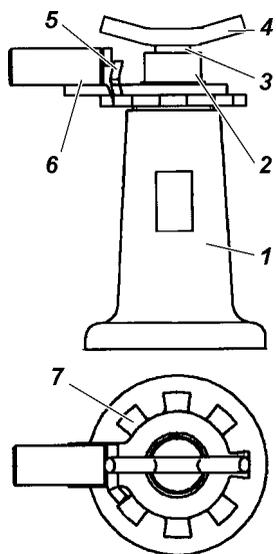
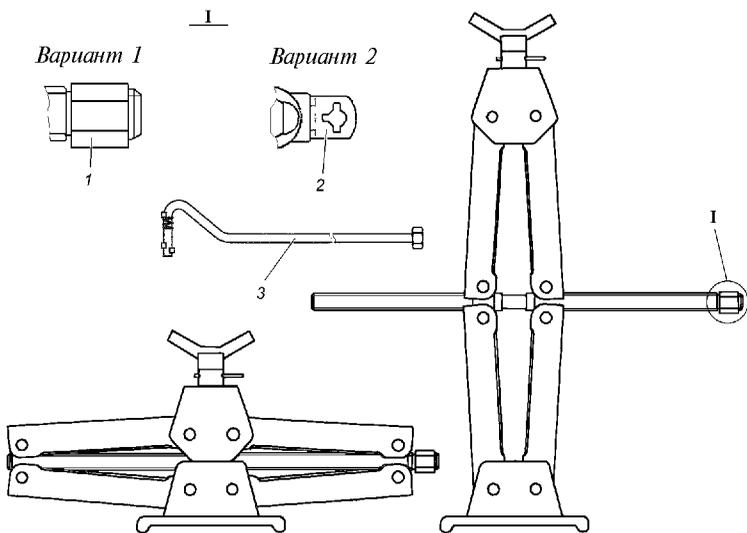

Рис. 10.1. Домкрат:
Рис. 10.2. Домкрат:
**Домкрат** (рис. 10.1 или 10.2) предназначен для вывешивания колес автомобиля при его техническом обслуживании или ремонте. Грузоподъемность домкрата, приведенного на рис. 10.1 - 2 т, на рис. 10.2 - 1 т. Наибольшая высота подъема домкрата, приведенного на рис. 10.1 - 410 мм, на рис. 10.2 - 380 мм.
**Последовательность действий для вывешивания колеса при применении домкрата, приведенного на рис. 10.1:**
**Последовательность действий для вывешивания колеса при применении ромбического домкрата, приведенного на рис. 10.2:**